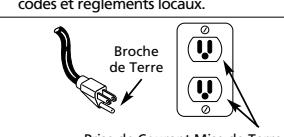

Figure 3 - Méthode de mise à la terre
- Ce produit est conçu pour l'utilisation d'un circuit de 120 volts et a une fiche de mise à la terre comme celle indiquée sur la Fig. 3. S'assurer que le modèle soit branché à une prise de courant qui a la même configuration que la fiche. Ce produit doit être mis à la terre. Dans l'événement d'un court-circuit, la mise à la terre diminue le risque de secousse électrique en fournit un fil d'échappement pour le courant électrique. Ce produit est équipé d'un cordon qui a un fil de terre avec une fiche de terre. La fiche doit être branchée dans une prise de courant qui a été installée et mise à la terre correctement en respectant tous les codes et règlements locaux.